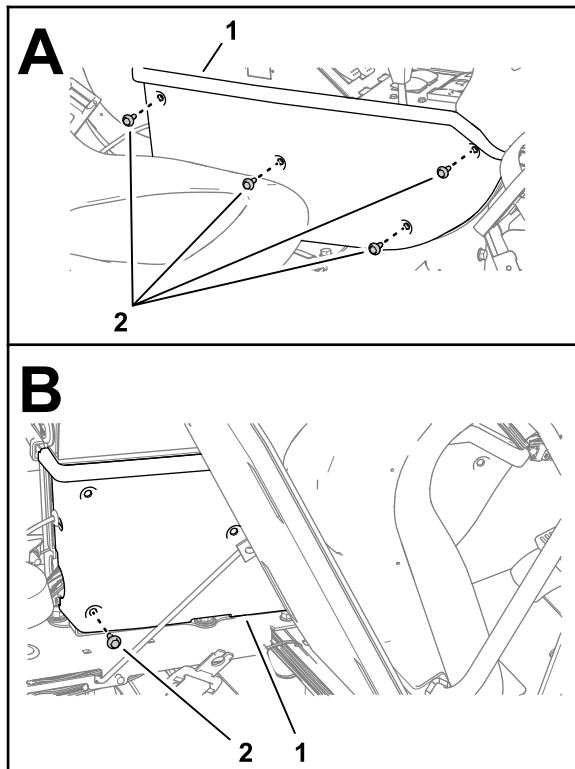

Bild 102
1. Entfernen Sie die vier Bundkopfschrauben ($\frac{1}{4}" \times \frac{3}{4}"$), mit denen die seitliche Abdeckung der Mittelkonsole befestigt ist, wie in Bild 102 dargestellt.
2. Kippen Sie den Sitz nach vorne und entfernen Sie die untere hintere Bundkopfschraube (Bild 102).